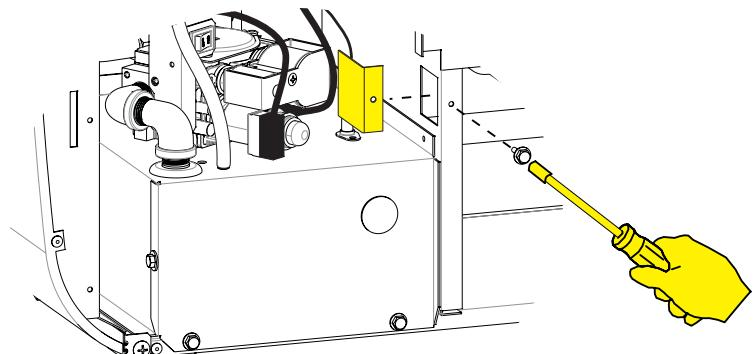

Figure 8
10. Retirez la vis à tête hexagonale fixant la plaque de blocage du panneau de séparation avec le tourne-écrou 5/16 et retirez la plaque de blocage. Jeter la plaque de blocage du panneau de séparation et conserver la vis. **Voir Figure 8.**